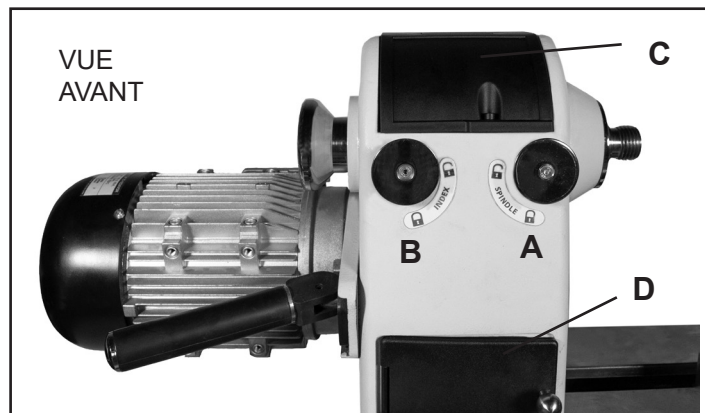
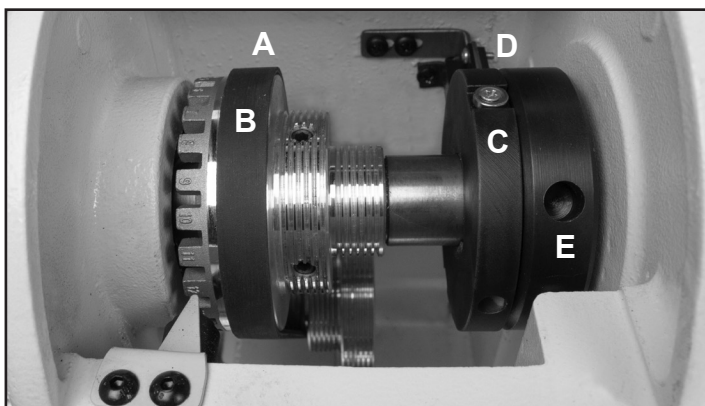

FIG. 13
FIG. 16
NOTE : Le plateau (S) peut être livré préinstallé sur la broche de la poupée fixe. Si du tournage sur face ou de bol est fait, alors l'utilisation du plateau est requise. Pour retirer le plateau, desserrez les deux vis du moyeu arrière du plateau avec la clé hexagonale de 3mm. Dévissez-le ensuite de la broche (rotation antihoraire) à l'aide des deux clés de 38/46mm (N) ou une clé en utilisant le verrouillage de la broche (voir page 13, Fig. 13, A).
A. CONTRÔLES DE BLOCAGE DE LA BROCHE (FIG. 13, A) bloque la broche de la poupée mobile pour installer ou retirer des plateaux ou des mandrins. Pour utiliser, tournez simplement la poignée qui insérera sa tige arrière dans l'un des 4 trous du disque de blocage de la broche (Fig. 16, E). Tournez la poignée en direction opposée pour déverrouiller la broche et reprendre le travail.
B. CONTRÔLES D'INDEXATION DE LA BROCHE: (FIG. 13, B) La tige d'indexation sert à placer et maintenir la broche pour tailler avec précision des motifs espacés sur des pièces telles que des cannelures droites, des rainures, du perçage, de la sculpture, de la gravure, le traçage de designs et plus. Voir page 19 pour plus de détails sur ce point.
C. PORTES DE LA POUPÉE FIXE : (FIG. 13, C & D) Levez la porte du haut (C) pour accéder à la poulie d'entraînement et d'indexation, le lecteur de vitesse et le blocage de la broche (Fig. 16). Ouvrez la porte (D) pour accéder à la poulie du moteur (page 18, Fig. 31).